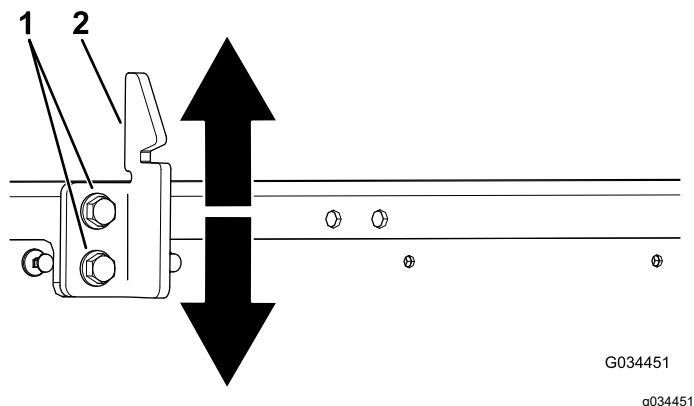

Figura 57
3. Slăbii cele 2 uruburi de pe zăvorul platformei și deplaseai zăvorul în sus sau în jos, în funcție de poziia prea ridicată sau prea joasă a acestuia. (Figura 57).
4. Strângeți cele 2 uruburi de pe zăvorul platformei (Figura 57).